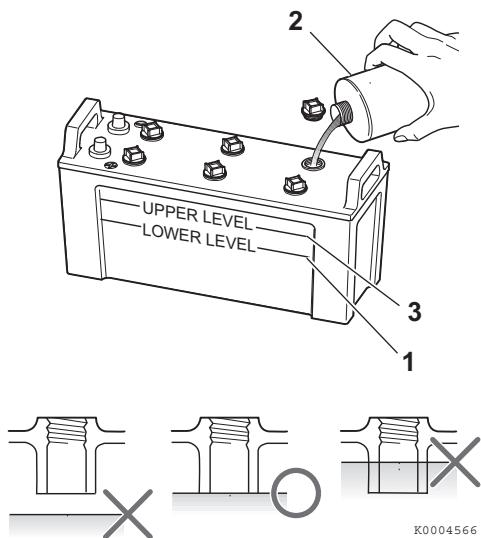

Figura 9
- Se o nível está abaixo do mínimo, encha o nível (**Figura 9, (1)**), encha-o com água destilada (**Figura 9, (2)**) (disponível em lojas) até o limite superior (**Figura 9, (3)**) da bateria.